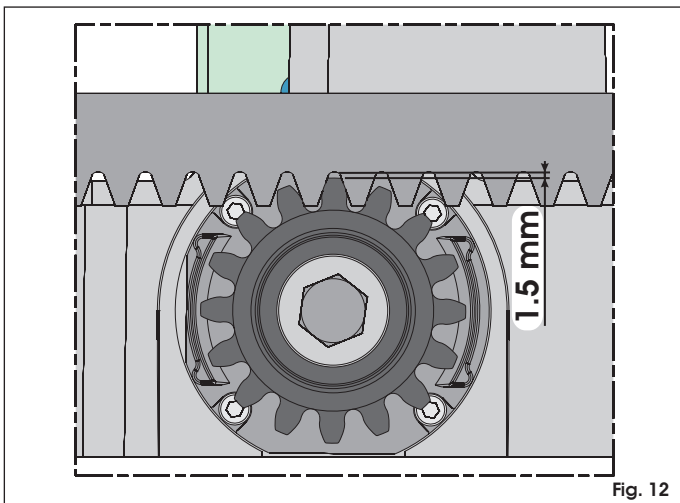

Fig. 12
**Si la cancela fuera nueva, compruebe dicho juego (fig. 12) transcurridos algunos meses de la instalación.**